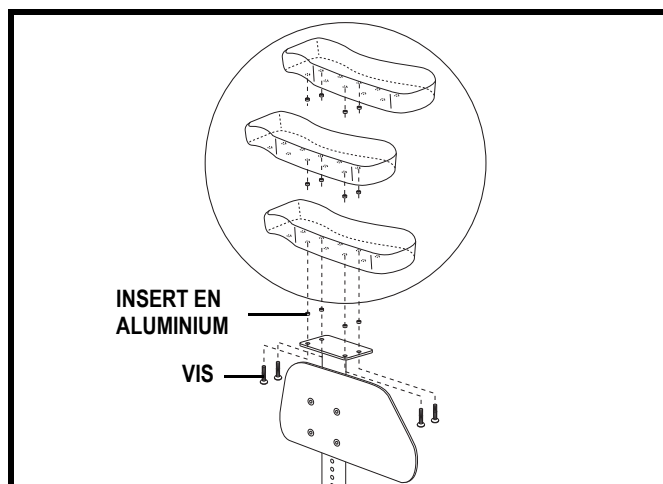

Figure 18. Réglages de la profondeur du support des accoudoirs
Vous pouvez également ajuster la profondeur des supports de l'accoudoir. **Voir la figure 18.**
1. Retirez les quatre vis et leurs quatre inserts en aluminium du bas du support de l'accoudoir. **Voir la figure 18.**